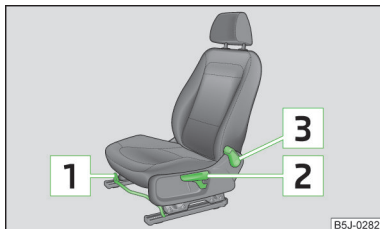

Fig. 55
- Tire de la palanca (en la zona central) **1** » fig. 55 hacia arriba, desplazando al mismo tiempo el asiento hasta la posición deseada.
- Si se quiere subir el asiento, tire de la palanca **2** » fig. 55 hacia arriba o bombéela.
- Descargue el respaldo (no se apoye), tire de la palanca **3** » fig. 55 hacia atrás y ajuste la inclinación deseada del respaldo utilizando la espalda.